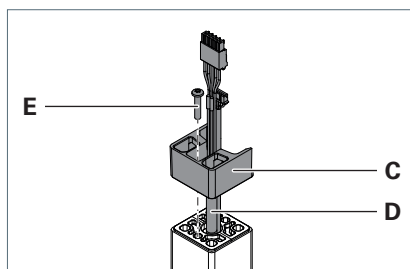

Fig. 2 : Monter l'adaptateur sur le bras vertical.
- Faites passer les câbles **D** par le bas dans l'adaptateur **C** et placez l'adaptateur sur le bras vertical, voir Fig. 2.